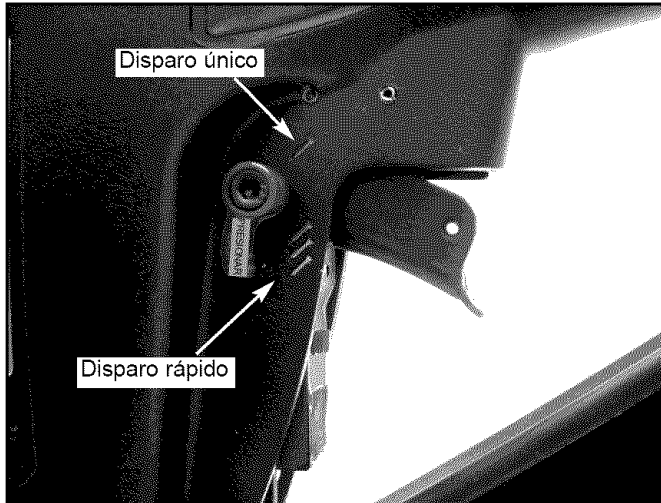

Figura 5 – Presione y Gire el Interruptor para Seleccionar el Modo de Operación
- La herramienta viene equipada con un interruptor giratorio que puede ajustarse a modo de disparo rápido o a modo de disparo único (véase la Figura 5). Cuando se ajusta el interruptor en el modo de disparo único, la herramienta no impulsará un segundo sujetador hasta que se suelte el gatillo por completo y se vuelva a tirar de él.